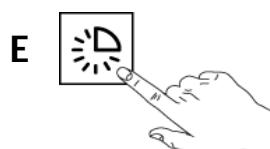

Fig.29
- Premere il TASTO "E" avvio ciclo di lavaggio. La spia luminosa "F" si accende. (Fig.29)